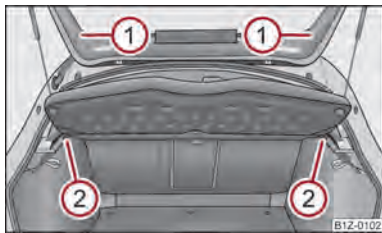

Fig. 59 Demontarea raftului din portbagaj
- Demontați benzile de susținere ① ⇒ fig. 59.
- Scoateți raftul din suportul ② orizontal în spate.
- La montare împingeți mai întâi raftul în suportul ② și apoi prindeți benzile de susținere ① de capota portbagajului.